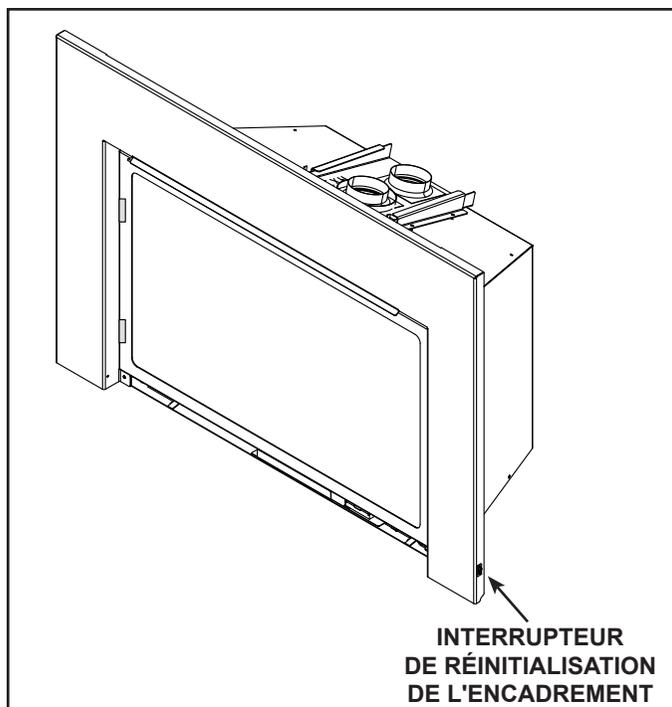

Figure 3.9 Interrupteur de réinitialisation de l'encadrement
- Réglez l'interrupteur de réinitialisation de l'encadrement sur la position « ON ». Voir la figure 3.9. Assurez-vous que l'interrupteur du module d'allumage est en position « REMOTE ».
- Réglez l'interrupteur de réinitialisation de l'encadrement sur la position « ON ». Voir la figure 3.9.
- Réglez l'interrupteur de réinitialisation de l'encadrement sur la position « OFF ». Voir la figure 3.9.
- Réglez l'interrupteur de réinitialisation de l'appareil sur la position « OFF ». Voir la figure 3.9 pour l'emplacement de l'interrupteur de réinitialisation.